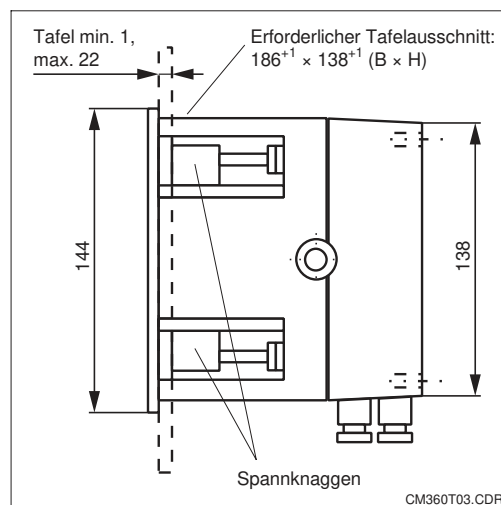

Bild 3.5 OCM 360, Seitenansicht mit Schalttafelausschnitt
- Schalttafelausschnitt gemäß Bild 3.5 herstellen